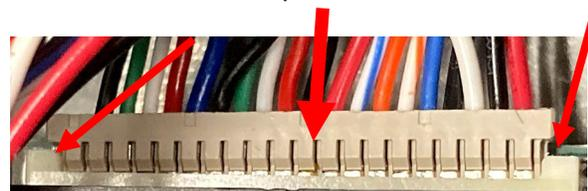

Figure 6
1. Retirez les quatre (4) vis cruciformes sur le dessus de l'armoire et retirez le capot de l'armoire.
2. **Assurez-vous que le connecteur, qui se fixe directement à l'arrière de l'écran tactile, est complètement inséré dans le connecteur en appuyant des deux côtés du connecteur (voir Figure 6). La photo ci-dessous montre le côté droit légèrement hors du connecteur. Il peut nécessiter une déconnexion et rebrancher le connecteur. Les deux côtés du connecteur doivent être alignés contre le connecteur de la carte.**